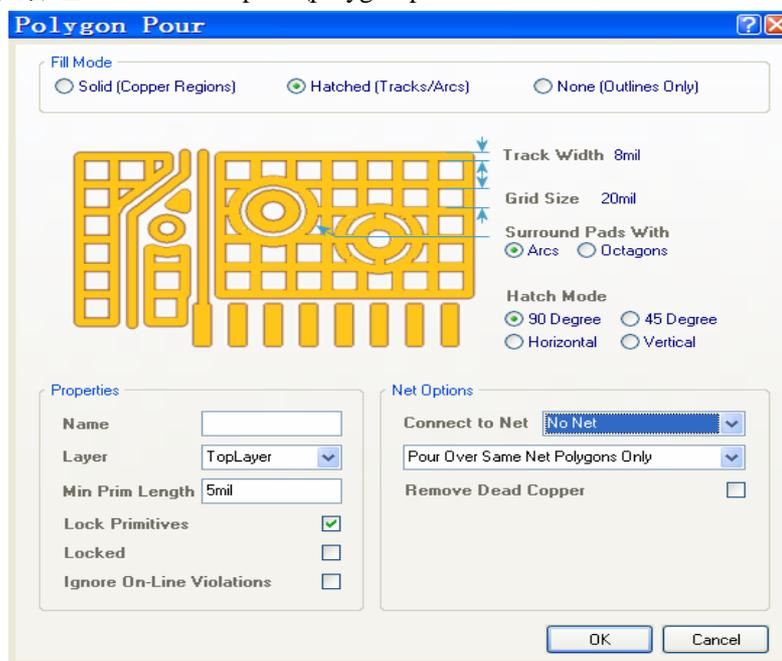

图 1.5
**1.4.3 铺铜及管理:** 使用命令“`place\polygon pour...`”或快捷图标打开铺铜管理. 图 1.5